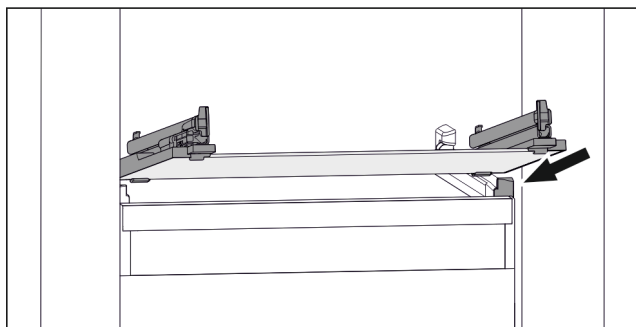

Fig. 95 Przykładowa prezentacja płyty szklanej
- ▶ Założyć płytę szklaną pod skosem za stoperami. (patrz Fig. 95)